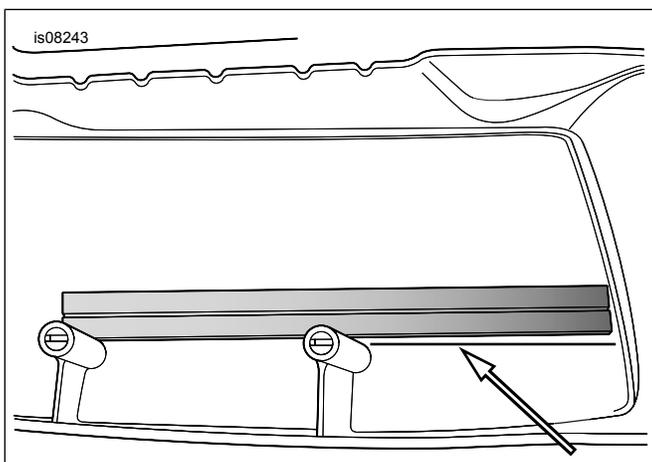
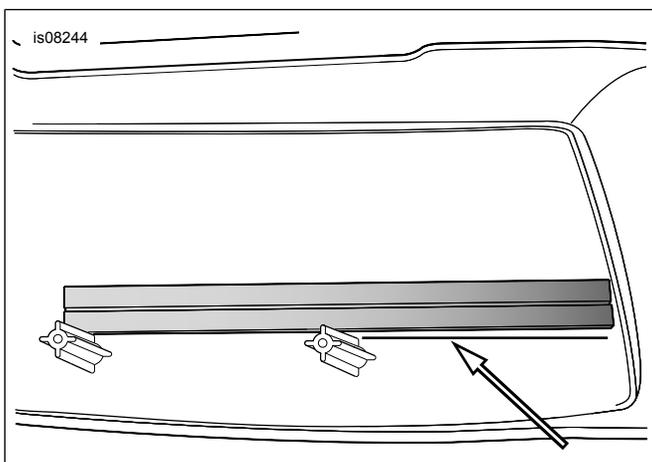

Figura 3. Posizionare il righello (illustrato il coperchio in fibra di vetro lato destro)
Figura 4. Posizionare il righello (illustrato il coperchio in plastica nera lato destro)
3. Vedere Figura 3 e Figura 4 a seconda del materiale delle proprie borse. Posizionare un righello contro i perni di montaggio della fascetta di sicurezza di uno dei coperchi e segnare o scalfire una linea guida lungo il righello, come indicato.